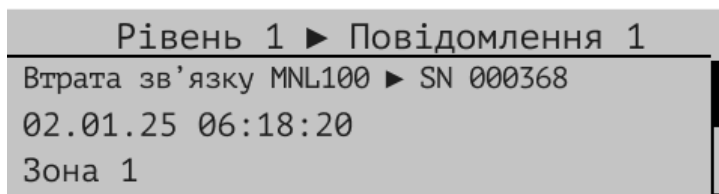

Рисунок 8.6.1 – Приклад вікна повідомлення режиму попередження про несправність
8.6.1 Якщо ППКП перебуває в режимі попередження про несправність, то повідомлення цього режиму можуть бути пригнічені лише при одночасній наявності повідомлень режиму пожежної тривоги або режиму вимкнення. Вікно режиму попередження про несправність показано на Рис. 8.6.1.